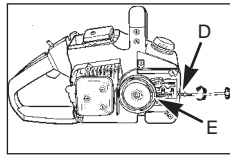

Abb. 3D
3. Drehen Sie die Justierschraube (D) mit einem Schraubenzieher **ENTGEGEN DEM UHRZEIGERSINN**, bis die **ANGEL (E)** (herausstehende Spitze) sich am Ende ihrer Schiebstrecke in Richtung Kupplungswalze und Zahnrad befindet (Abb. 3D).